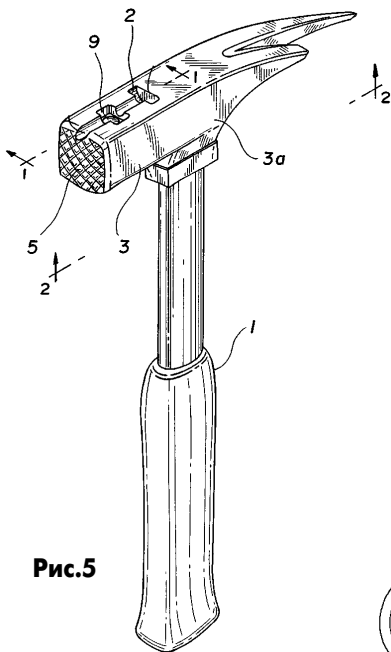

Рис.5
**Молоток плотника** описан в патенте США 6339974 (2002 г.). Идея состоит в том, что в ударной части 3 молотка 1 (рис.5) выфрезеровывают паз 2 для укладки в него гвоздя. А чтобы гвоздь не выпал, в углубление устанавливают постоянный магнит 9. Представьте теперь работу плотника: он укладывает гвоздь в паз 2 (острие гвоздя торчит далее ударной поверхности 5), наносит удар, при этом гвоздь врезается в поверхность дерева. Далее его можно просто добить. При таком молотке пальцы не пострадают.